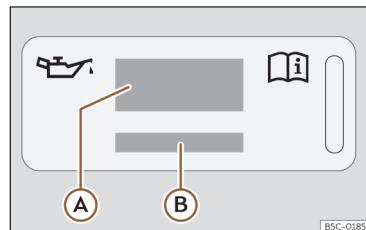
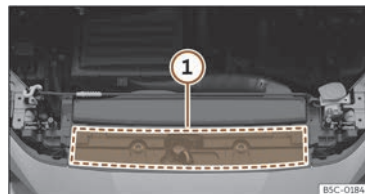

Fig. 203 Dans le compartiment moteur : étiquette d'huile moteur
Fig. 204 Dans le compartiment moteur : zone d'emplacement de l'étiquette d'huile moteur
Légende de la >>> fig. 203 :
Si vous devez ajouter de l'huile moteur, utilisez l'une des huiles indiquées sur l'étiquette >>> **fig. 203**. L'étiquette avec la norme prescrite se trouve sur l'avant du compartiment moteur >>> **fig. 204** ⓘ. Si vous utilisez l'huile moteur recommandée, vous pouvez corriger le niveau de remplissage autant de fois que nécessaire.
- En cas d'absence de l'étiquette avec la spécification de l'huile moteur >>> **fig. 203**, contactez un atelier spécialisé.